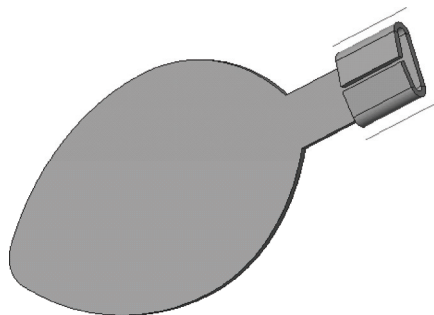

图 13-62 创建折弯回去特征
STEP 04 单击“完成”按钮, 即可创建折弯回去特征, 效果如图 13-62 所示。